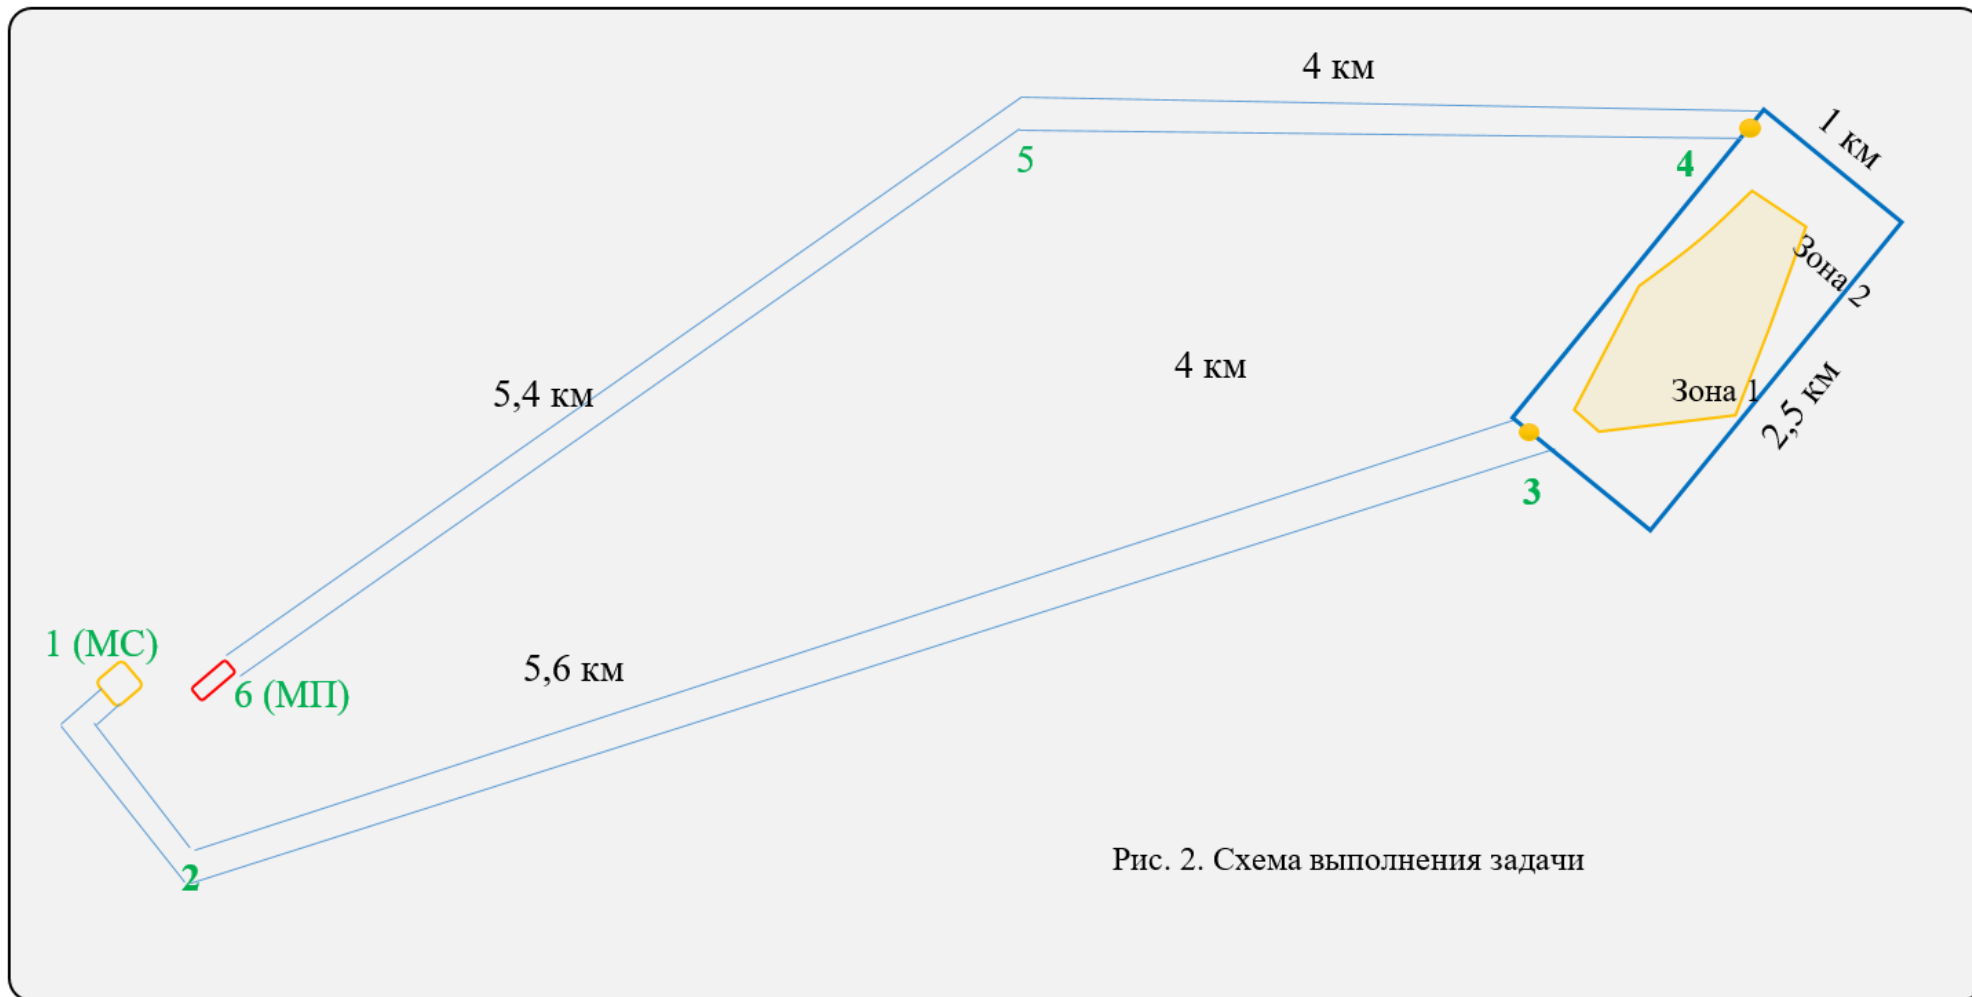

Рис. 2. Схема выполнения задачи
- 7) Создание ортофотоплана Зоны 1 (рис.2) с разрешением 5см/пиксель в заданной системе координат. Точность определения плановых координат на уровне земли 12 см СКО. Формат файлов GeoTIFF (либо другие стандартные растровые форматы с файлами-спутниками, содержащими геопривязку изображений, в форматах ArcInfo World или MapInfoTAB). Допускается разрезать ортофотоплан на отдельные планшеты по прямоугольной сетке (мозаику из нескольких растров), при этом не должно быть щелей, пропусков и других дефектов на стыках соседних растров.